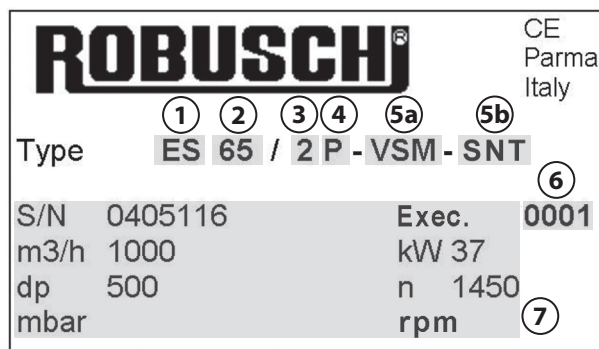

Fig.1
3.1 Targhetta di identificazione (Fig.1)
3.1 Nameplate (Fig.1)
3.1 Plaque signalétique (Fig.1)
3.1 Typenschild (Abb. 1)
3.1 Placa de identificación (Fig.1)